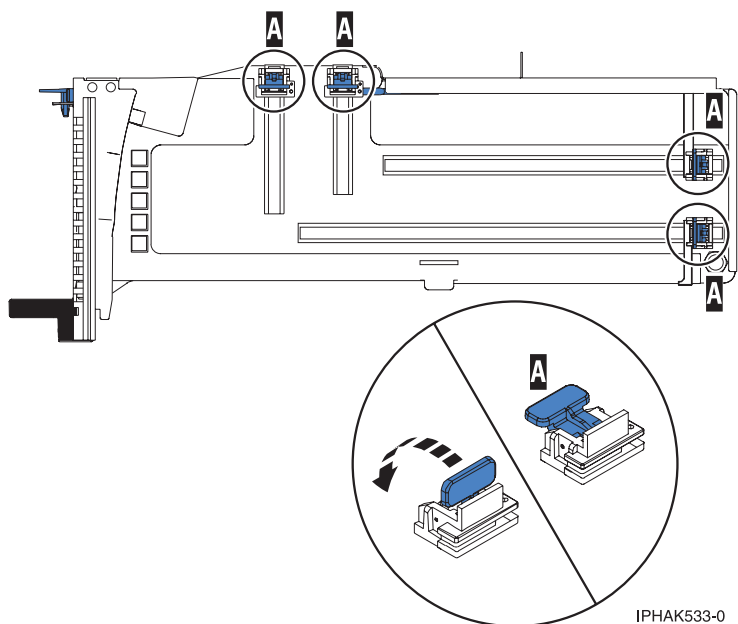

Figure 85. Crochets de retenue
- b. Vérifiez que tous les crochets de retenue de carte (A) sont repoussés vers les bords de la cassette pour permettre l'installation de la carte. Voir figure 85, à la page 96.